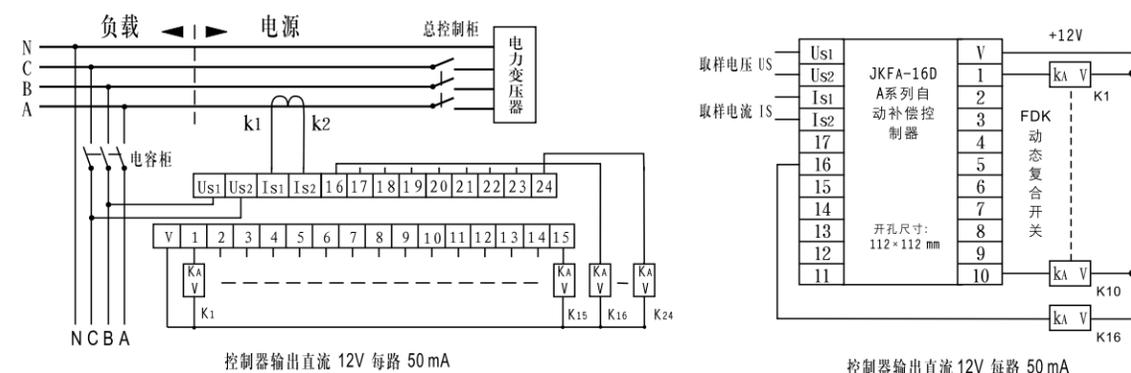

图 2
线电压取样，接线见第 8 页图 2。
- 线电压取样，接线见第 8 页图 2。